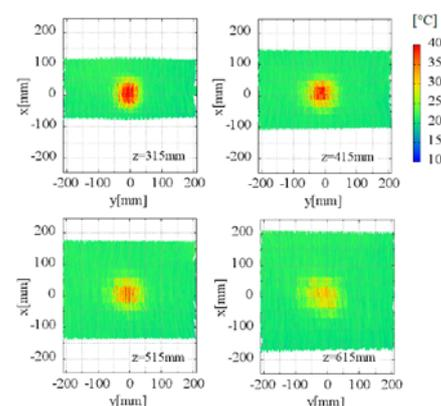

図3 推定壁面を基ついた温度分布図
- 奥行(z)が315 mm、415 mm、515 mmの場合、測定温度は約40°Cであった。また、奥行が615 mmの場合は、解像度が低くなったが、壁面にある熱源を確認できた(図3)。